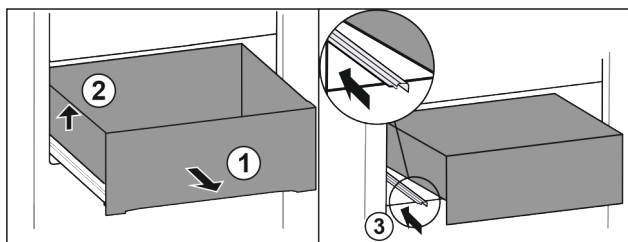

Fig. 89
- ▶ Vytiahnite zásuvku až na doraz. Fig. 89 (1)
- ▶ Nadvihnite zásuvku doľava. Fig. 89 (2)
- ▶ Zasuňte ľavú koľajničku. Fig. 89 (3)